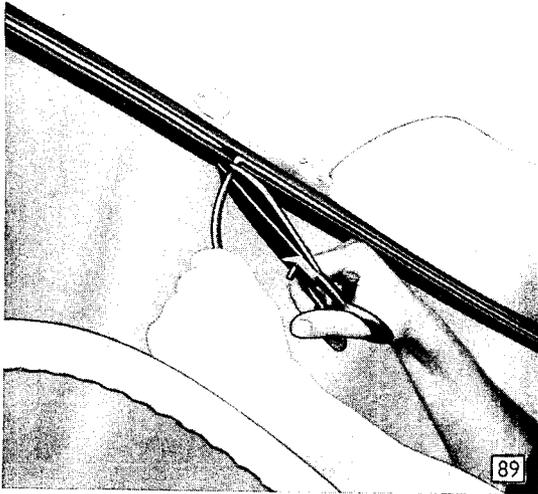

Bild 20 - Ende der Gummischnur ablängen
20. Ende der Gummischnur etwa 1 bis 2 cm über Stoß abschneiden (Bild 20) und in Gummifassung einlegen.